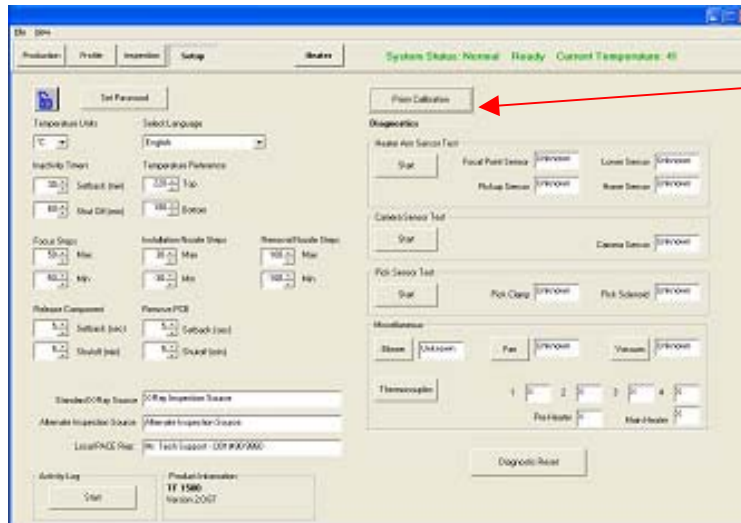

Figure 9
1. Écran de sélection de configuration. (Figure 9)